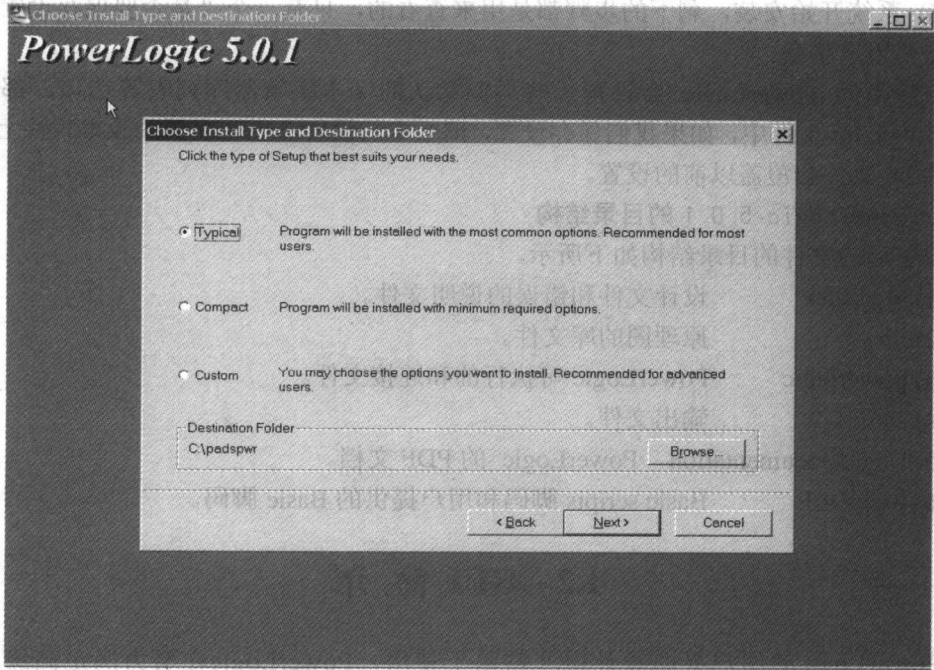

图 1-3 PowerLogic 5.0.1 的安装类型选择
(3) 读软件的授权协议，点击同意，点击 Next。
(4) 弹出安装类型的窗口，如图 1-3 所示，可以选择：